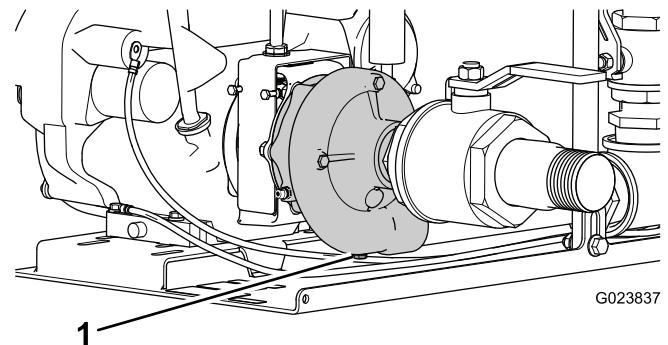

Figura 18
- Vacíe el fluido restante de la bomba retirando el tapón de vaciado situado en la parte inferior de la bomba (Figura 18).